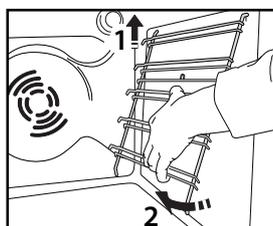

Fig. 5
2. Fjern ristene ved å løfte dem opp (1) og dreie på dem (2) som vist på Fig. 5.